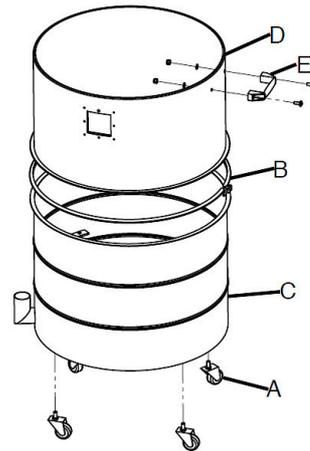

Abb. 9: Sammelbehälter zusammensetzen
Schritt 9: Montieren Sie die 4 Laufrollen (A, Abb.9) am Sammelbehälter (C, Abb.9).
Schritt 10: Befestigen Sie den Sammelbehälter (C, Abb.9) mit einer Klemme (B, Abb.9) am Gehäuse (D, Abb.9).
Schritt 11: Montieren Sie den Griff (E, Abb.9) am Gehäuse (D, Abb.9).